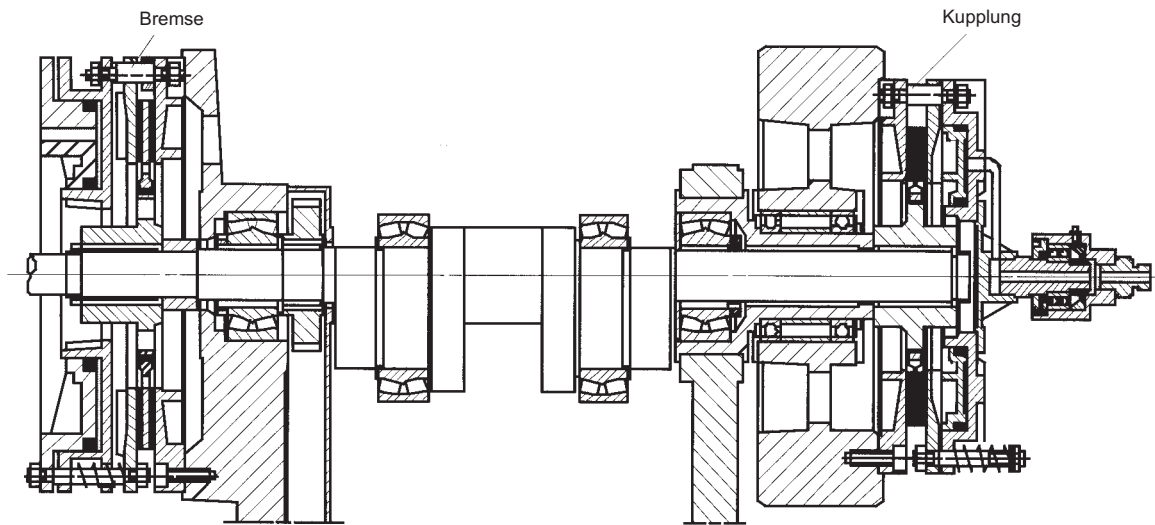

Bild 2: Kupplung/Bremse getrennt
- Pressen mit Kupplung/Bremse getrennt (Bild 2).